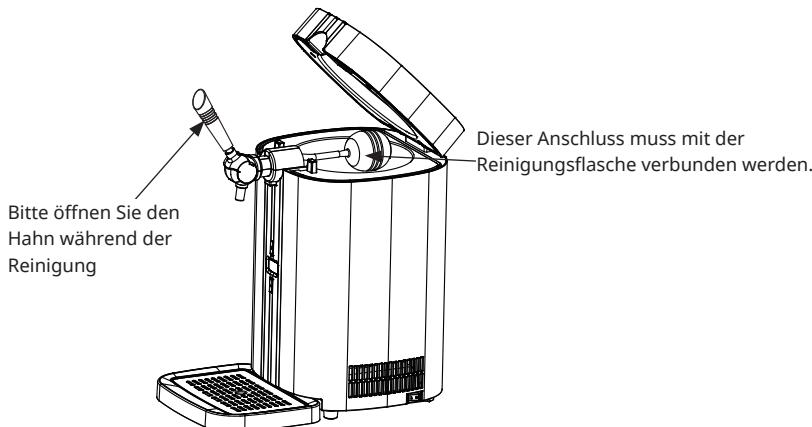

Abbildung 20
2. Reinigen Sie die Flasche, indem Sie das warme Wasser aus dem Ende des Auslassstutzens herausdrücken, und zwar so lange, bis sie sauber ist (mindestens drei Flaschen warmes Wasser); der Zapfhahn sollte während der Reinigung geöffnet sein (Abbildung 20).